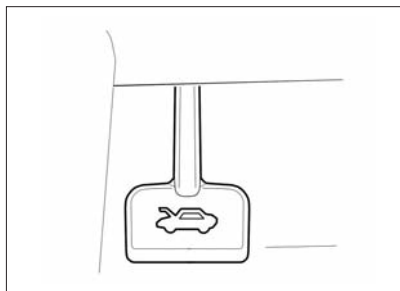
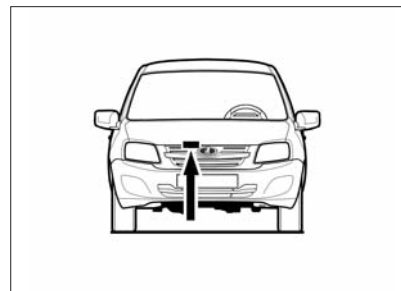
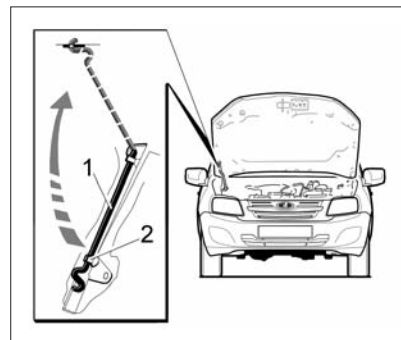
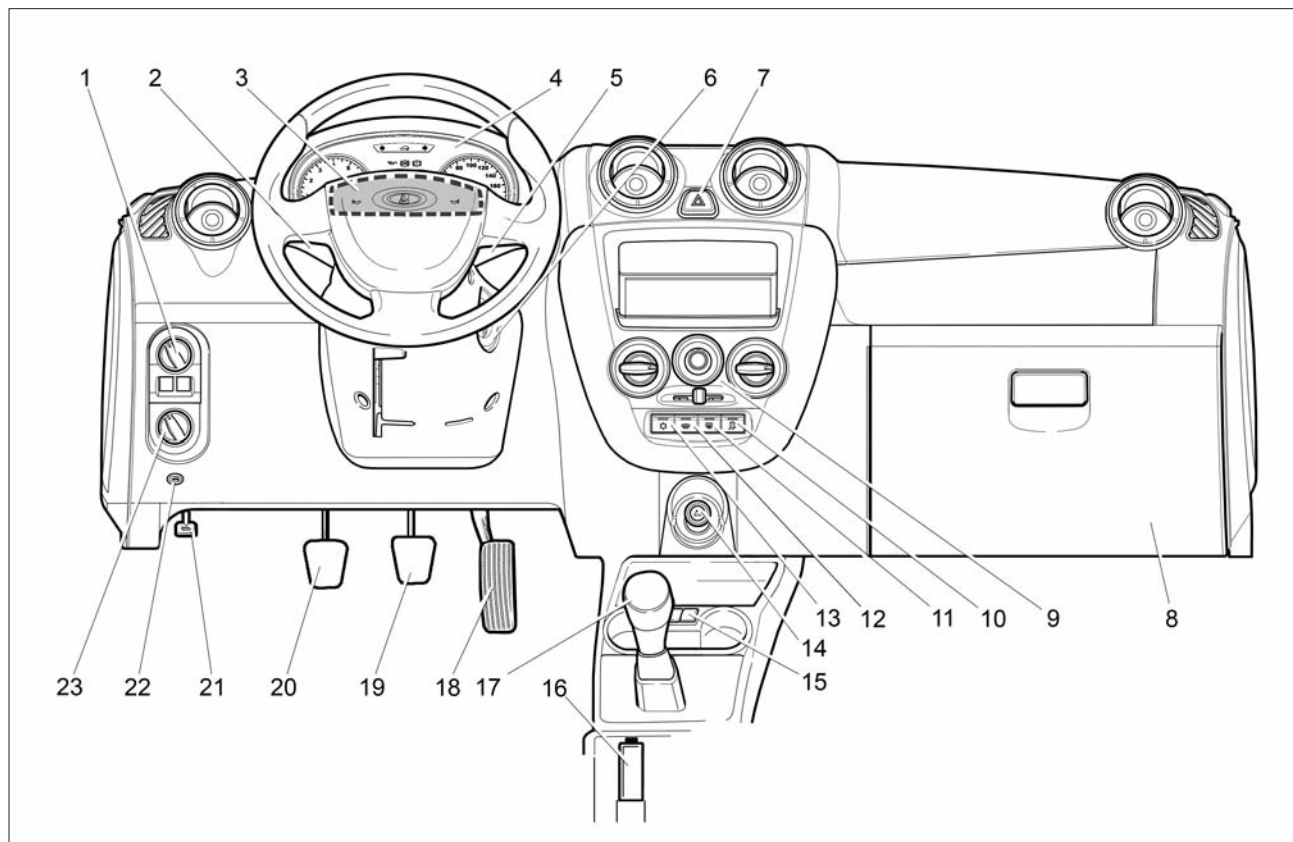

Рис. 22. Рукоятка открывания капота
Рис. 23. Лапка предохранительного крючка
Рис. 24. Открывание капота
Рис. 28. Органы управления и приборы
Для доступа в моторный отсек потяните на себя рукоятку  (рис. 22), расположенную с левой стороны панели приборов под модулем управления светотехникой (см. рис. 28), приподнимите капот и через образовавшуюся щель **отожмите вправо лапку предохранительного крючка** (рис. 23). Поднимите капот и установите упор 1 (рис. 24) в специальное гнездо капота, как показано на рисунке. Для удобства фиксации при этом не рекомендуется чрезмерно отводить капот (более 10 сантиметров) от верхнего конца выставленного упора 1.
1. Активация звукового сигнала осуществляется путем нажатия на крышку модуля в верхней части, в зоне, обозначенной штрихпунктирной линией (рис. 28).
сигнал ниже рекомендованной зоны, выделенной штрихпунктирной линией (рис. 28). Принятые меры по корректному обращению со звуковым сигналом продлят срок службы модуля НПБВ и надолго сохранят его товарный вид. В случае неприятия Вами рекомендаций по корректной активации звукового сигнала изготовитель не несет ответственности за дальнейшее состояние и эксплуатационные характеристики модуля НПБВ Вашего автомобиля.